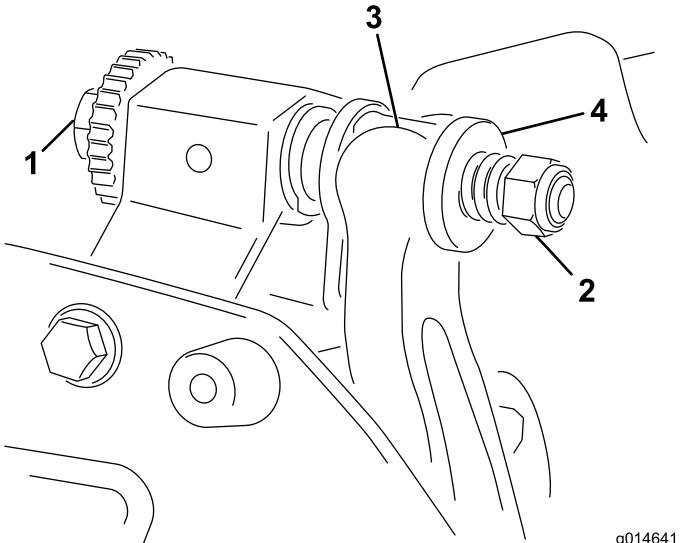

图 19
1. 逆时针旋转底刀架调节螺丝将底刀后撤离开滚刀图19。
2. 退出弹簧加压螺母直到垫圈不再对底刀架图19施压。